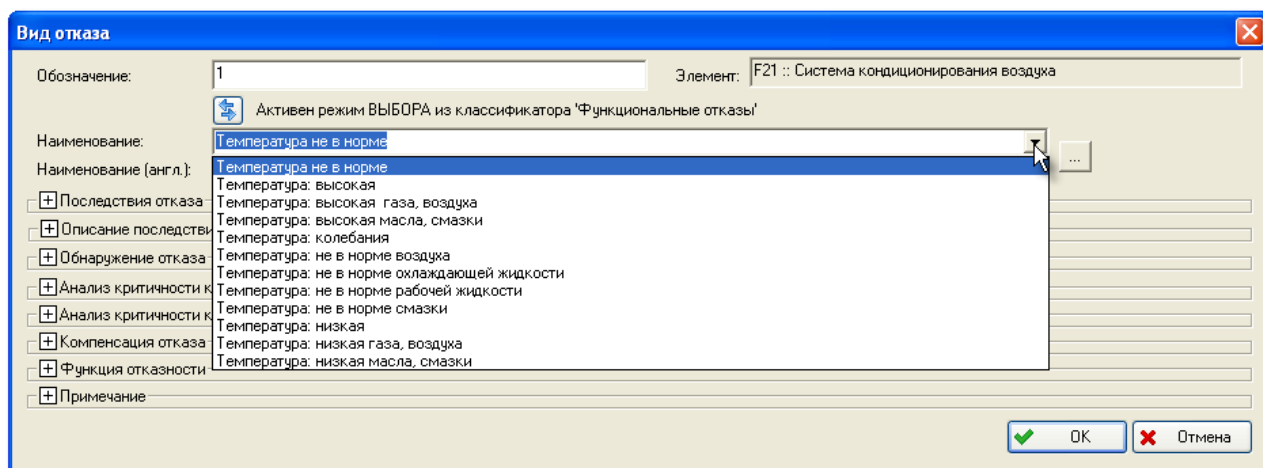
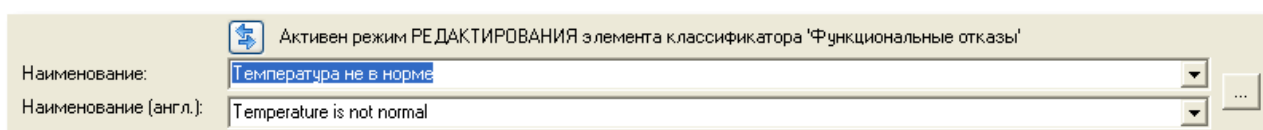

Рис. 7-19
Рис. 7-20
2. Раскройте список всех найденных значений и выберите нужное (рис. 7-19). Поле **Наименование (англ.)** заполнится автоматически, если элемент классификатора имеет наименование на английском языке (рис. 7-20). Режим **ВЫБОРА** сменяется на режим **РЕДАКТИРОВАНИЯ**.